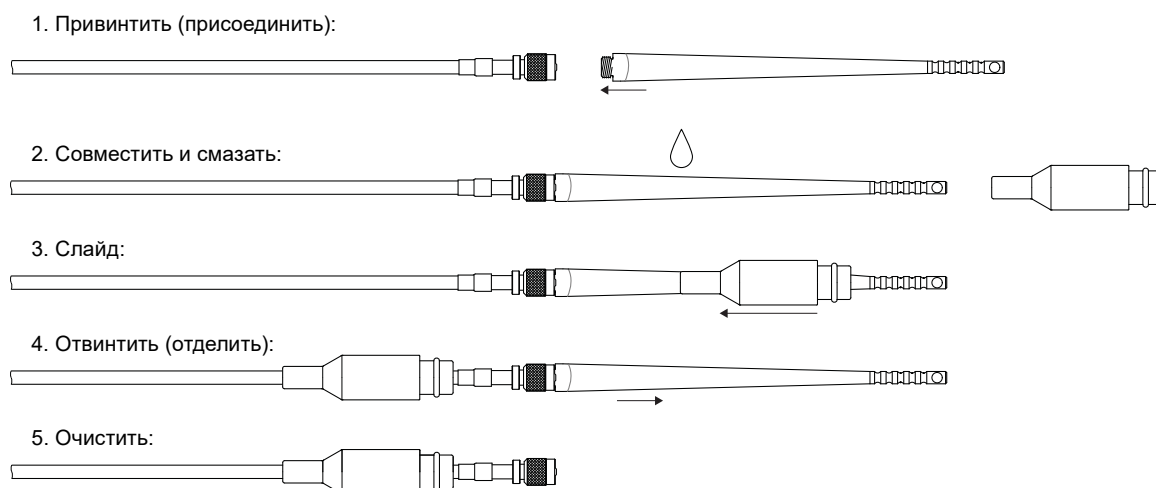

Рис. 3-3. Размещение вставной части протектора разъема IP172 на интегральном кабеле преобразователя TQ4xx
- Вставная часть протектора разъема IP172 (см. спецификацию IP172) устанавливается на сборке датчика TQ4xx и интегрального кабеля, как показано на Рисунок 3-3.
Чтобы разместить вставную часть протектора разъема IP172 на интегральном кабеле преобразователя TQ4xx, следует ознакомиться с Рисунок 3-3, после чего:
- 2- Совместить отверстие малого диаметра вставной части протектора разъема IP172 с инструментом. Смазать отверстие малого диаметра протектора разъема (или самого инструмента) порцией силиконовой смазки размером с горошину, как показано знаком  на Рисунок 3-3).